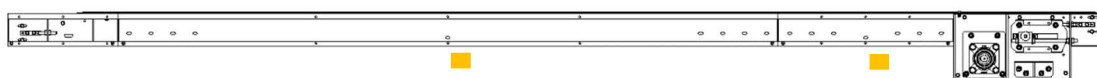

Figura 35 – Esempio di punti di sollevamento
- c. Allargare le forche alla loro massima larghezza e sollevare il trasportatore tenendo conto del fatto che il baricentro viene spostato verso il modulo motore che è la parte più pesante. (vedi esempio Figura 35)